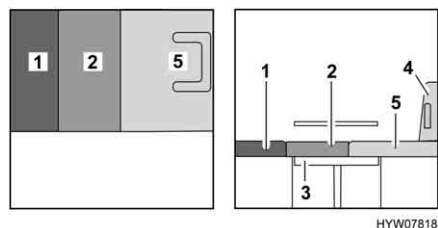

Fig. 118 Dopo la trasformazione
- Tirare il cuscino del divano (Fig. 118,2) in avanti.
- Posizionare il cuscino dello schienale (Fig. 118,1) tra il cuscino del divano e la parete posteriore.
- Posizionare il cuscino aggiuntivo (Fig. 118,5) sul sedile del conducente.
- Se necessario, spingere il sedile del conducente (Fig. 118,4) nuovamente all'indietro.